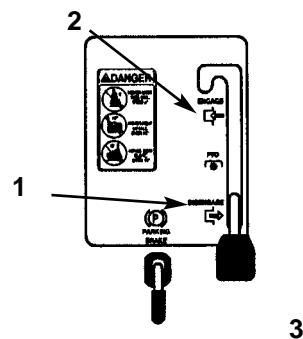

Fig. 8
4. Spostate il comando della lama (PDF) in posizione di disinnesto "DISENGAGED" (Fig. 8).